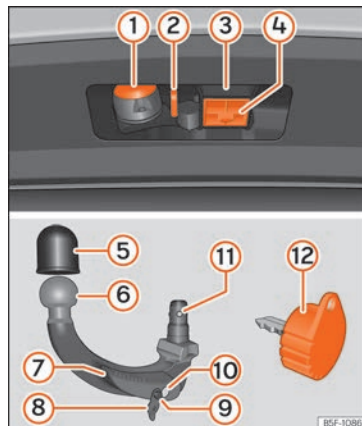

Fig. 251 Soporte del dispositivo de enganche para remolque / bola desmontable / llave
Legenda de la » » fig. 251
- Extraiga el tapón de alojamiento del gancho (4) » » » **fig. 251** hacia abajo.